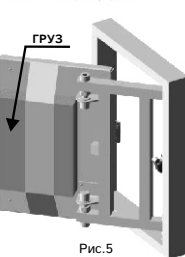

Рис. 5
5. Во избежание провисания дверцы, при монтаже средних и больших люков, используя подручные средства, закрепить на специальном крючке (или на винченном в раму дверцы саморезе) на внутренней стороне дверцы груз, в 1,5-2 раза превышающий вес наклеиваемой плитки (Рис. 5).